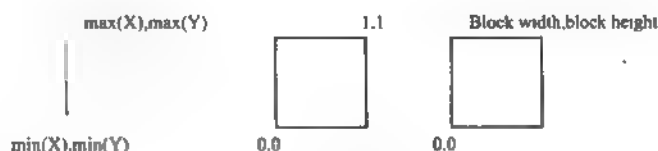

图 7.37 图标尺寸
- **单位(Units):** 这个选项控制了绘制命令坐标系统的单位，仅对 plot 和 text 绘制命令有效，可以选择 3 个选项之一：Autoscale, Normalized 和 Pixel，如图 7.37 所示。